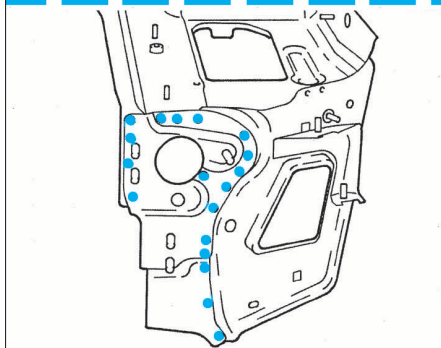

FIG. 29
- Souder par cordon à l'arc sous gaz protecteur (1) (Fig.29).